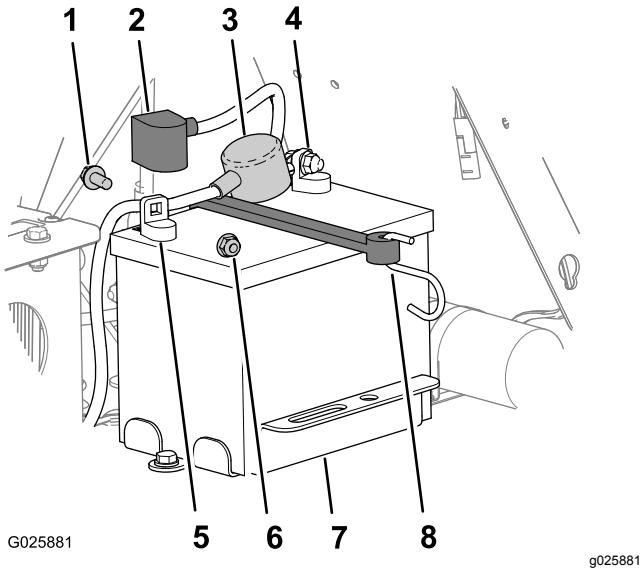

Figure 47
3. Sur la batterie, soulevez le capuchon noir du câble négatif (Figure 47).
4. Débranchez le câble négatif de la borne négative (-) de la batterie et retirez le câble de la batterie (Figure 47).
5. Enlevez le capuchon rouge de la borne positive de la batterie (Figure 47).
6. Débranchez et retirez le câble positif (rouge) de la batterie (Figure 47).
7. Détachez le crochet de la barrette du support de la batterie (Figure 47), et déposez la batterie.
1. Placez la batterie sur la machine (Figure 47).
3. Reliez le câble positif (rouge) à la borne positive (+) de la batterie au moyen d'un boulon à embase et d'un écrou à embase (Figure 47).
5. Reliez le câble négatif et le câble de masse à la borne négative (-) de la batterie avec un boulon à embase et un écrou à embase (Figure 47).